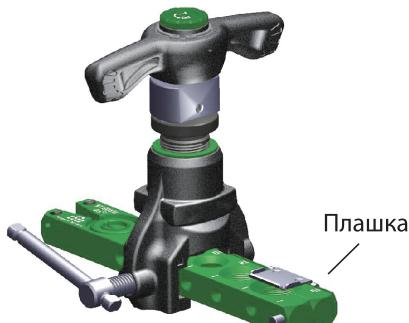

Рис. 5
5. Соедините плашку с развалицовкой (рис.5)